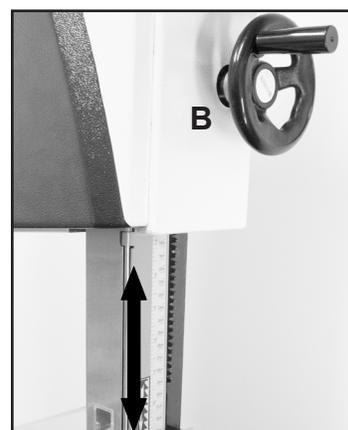

FIGURE 29
1. Desserrer le bouton de verrouillage du guide (#21E, Fig. 30A) et tourner la poignée du guide (#27E, Fig. 29, B) pour relever ou abaisser l'ensemble du guide de la lame supérieure à la hauteur souhaitée.